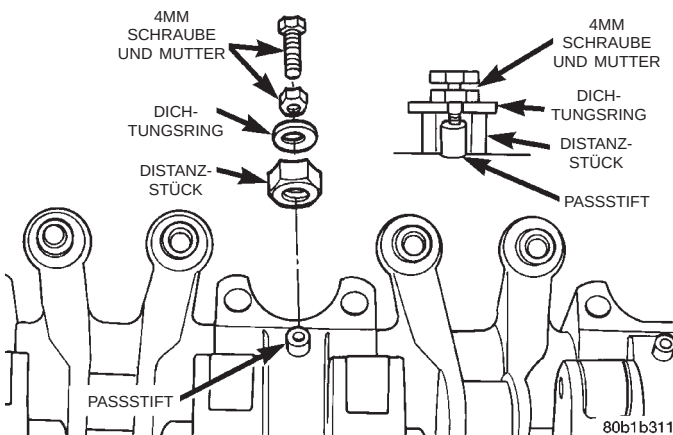

Abb. 106 Kipphebel und Welle—Zerlegung
(1) Paßstifte mit Hilfe einer 4mm-Schraube ausbauen. Mutter, Distanzstück und Scheibe ausbauen (Abb. 106). Schraube in den Paßstift eindrehen und Mutter auf dem Paßstift lösen. Dadurch läßt sich der Paßstift aus der Wellenhalterung herausziehen. Paßstifte nicht wiederverwenden. Kipphebel und Lagerböcke der Reihe nach ausbauen.